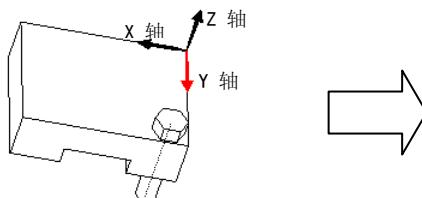
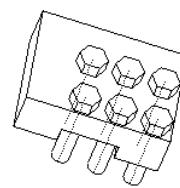

图 7.4.1 复制前
图 7.4.2 复制后
可以对完成装配后的元件进行复制。例如：现需要对图 7.4.1 中的螺钉元件进行复制，如图 7.4.2 所示。下面举例说明其一般操作过程。
Step2. 作为元件复制的准备工作，先创建一个图 7.4.1 所示的坐标系。